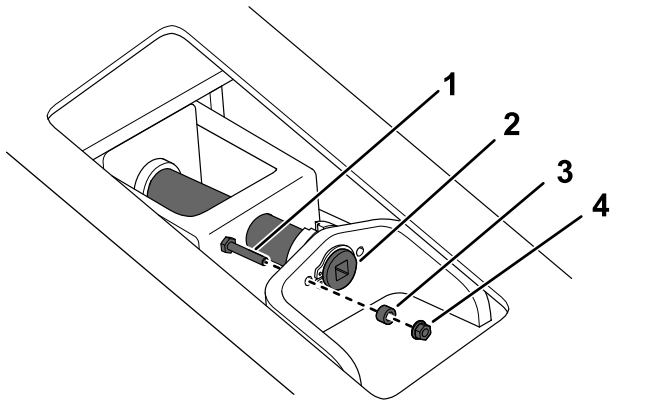
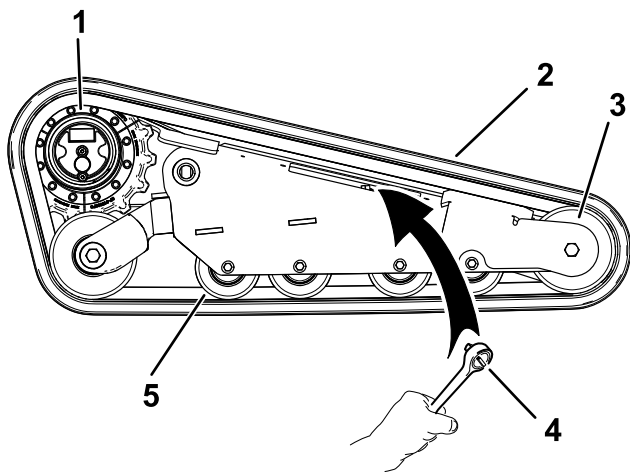

Figura 72
Figura 74
6. Retire el perno de bloqueo, el espaciador y la tuerca (Figura 72).
8. Alinee la muesca más próxima del tornillo tensor con el orificio del perno de bloqueo, y fije el tornillo con el perno de bloqueo y la tuerca (Figura 72).
7. Usando una llave de carraca de 1/2", alivie la tensión en la oruga girando el tornillo tensor en sentido horario (Figura 72 y Figura 74).
- Pase la oruga nueva alrededor de la rueda delantera (Figura 74).
- Empuje la oruga por debajo de y entre las ruedas de rodaje y colóquela alrededor de la rueda tensora trasera (Figura 74).